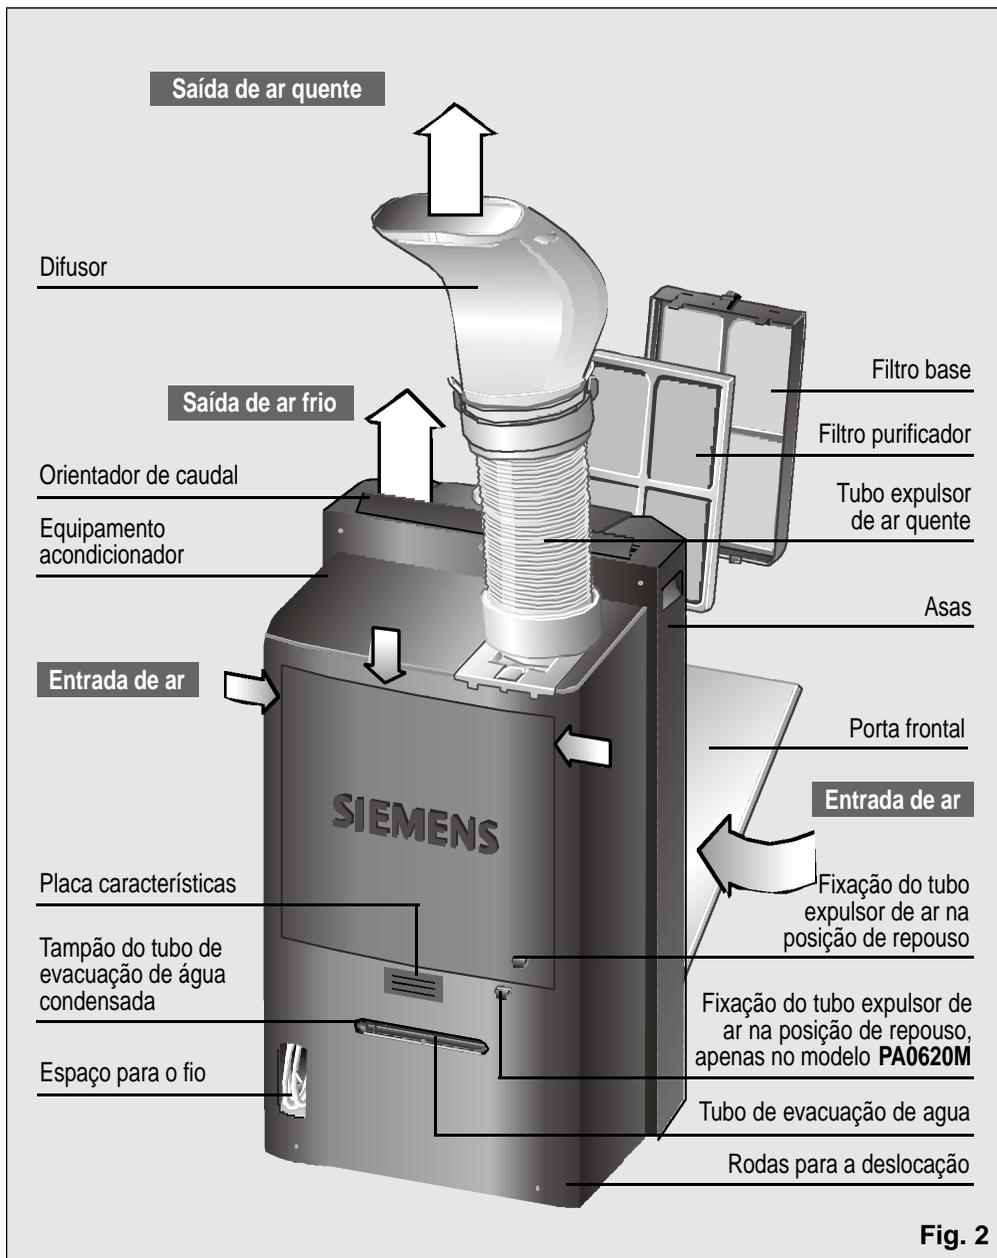

Fig. 2
- O fio de ligação à rede eléctrica dispõe de um alojamento na parte traseira do equipamento. Ver **Fig. 2**.